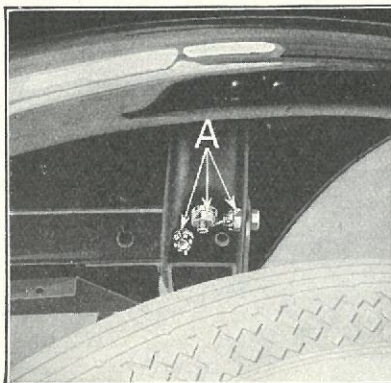
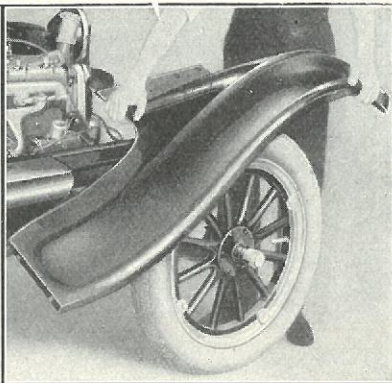

Fig. 535
Fig. 536
- 1139** Udtag de tre Bolte, der gaar gennem Forskærm og Chassisramme (Fig. 535-A) og løft Forskærmen af, som vist i Fig. 536.
- 1140** Ved Paasætningen af den nye Skærm anbringes denne mod Chassisrammen, og Skærmstøtten og Boltehullerne i Skærmen flugtes med Boltehullerne i Chassisrammen. De tre Forskærmstøttebolte indsættes gennem Støtte og Skærm. Kronemøtrikker skrues paa to af Boltene, men laases ikke med Splitter, før alle Bolte og Møtrikker er sat paa. Den tredie Bolt sikres med Fjederskive og Sekskantmøtrik (Fig. 535). Spænd ikke Møtrikkerne fast til, før alle Skærmbolte er sat i.
- 1145** Spænd alle Skærmboltsmøtrikkerne godt til og laas de to Skærmstøttebolte med Splitter (Fig. 535).